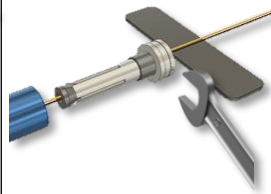

Fig. 1.1
- Zur Montage müssen die Einzelteile (A, H, E1-2, R1-3) abhängig vom Lenkerinnendurchmesser, entsprechend dieser Anleitung zusammengestellt werden (Fig.1, Fig.1.1)!
2. For assembly, the individual parts (A, H, E1-2, R1-3) must be put together according to these instructions, depending on the inside diameter of the handlebar (Fig. 1, Fig. 1.1)!